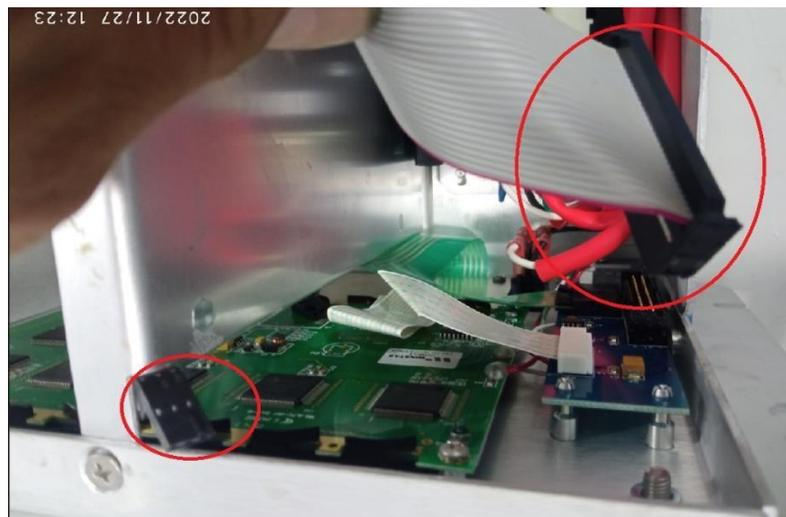

Ilustración 65. Verificación del display y las conexiones eléctricas.
- El display se encontró con falla y en cortocircuito. Ver ilustración 65.